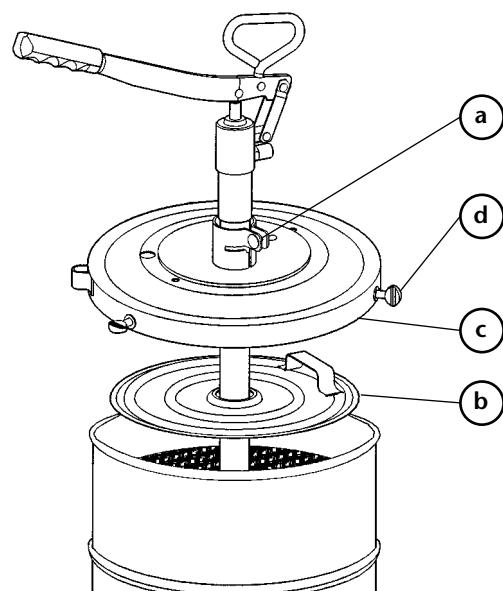

Fig. 2
Part number 151 100 (for 12 kg keg) See figure 2.
**Pour le modèle 151100** (pour seaux de 12.5/18 Kg), voir fig.2.
**Teile-Nr.: 151 100** (für 12 kg-Eimer) siehe Bild 2